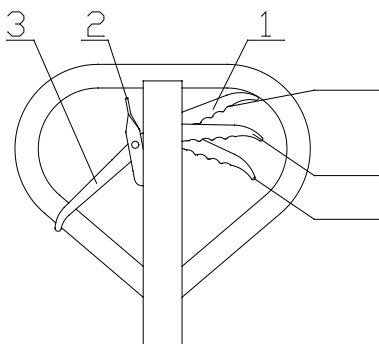

рис. 5
- 4.1 После того, как тележка собрана, попытайтесь раскатать ручку и поработать в разных положениях ручки управления 1, чтобы проверить работоспособность в подъеме, в свободном положении и опускании, и проверить, работают ли разные положения или нет. Смотрите рис. 5.
- 5.3 См. рис. 5, когда ручная рукоятка 1 находится в положении подъема, тележка находится в состоянии подъема. В это время, если вы покачаете ручку, тележка будет поднята.
- 5.4 См. рис. 5, когда ручная рукоятка 1 находится в свободном положении, тележка будет двигаться. В это время, если вы покачаете ручку, погрузчик не поднимется и не опустится. Затем вы сможете использовать тележку для перемещения груза.
- 5.5 См. рис. 5, когда рукоятка 1 находится в положении опускания, вилы тележки опустятся. В это время вилы тележки будут автоматически опускаться.
- 5.6 См. рис. 5, когда рукоятка 3 находится внизу, тележка находится в состоянии свободной езды.
- 5.7 См. рис. 5, когда рукоятка 3 находится наверху, тележка находится в состоянии тормоза.
- 5.8 См. рис. 5, ручка 2 используется для торможения.
- 5.4 См. рис. 5, когда ручная рукоятка 1 находится в свободном положении, тележка будет двигаться. В это время, если вы покачаете ручку, тележка не поднимется и не упадет. Затем вы сможете использовать тележку для перемещения груза.